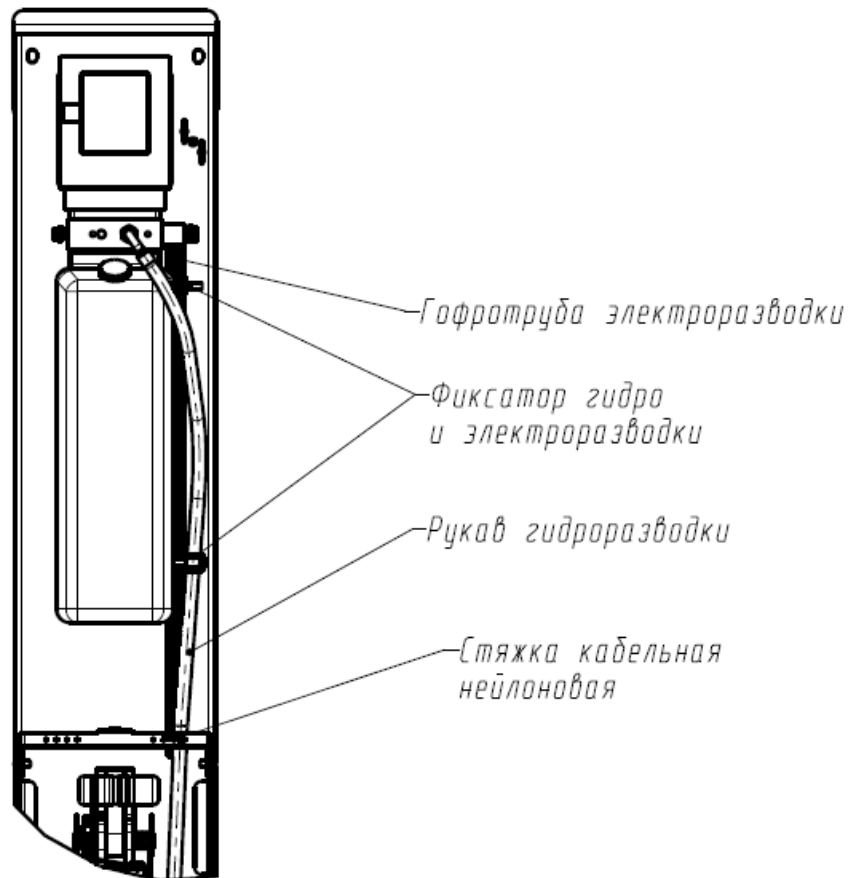

Рисунок 3 Крепление рукава и гофротрубы
6.4 Рукава высокого давления (шланги)соединить между собой при помощи тройника согласно схеме гидравлической принципиальной (см. приложение А и Рисунок 3). При затяжке гаек не допускается скручивание рукавов. Тройник должен располагаться горизонтально.